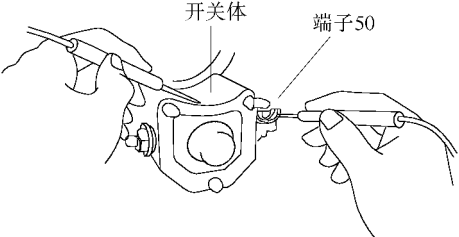

图 6-24 进行保持线圈的开路试验
(2) 进行保持线圈的开路试验。使用欧姆表检查端子 50 和开关体之间是否导通，如图 6-24 所示。